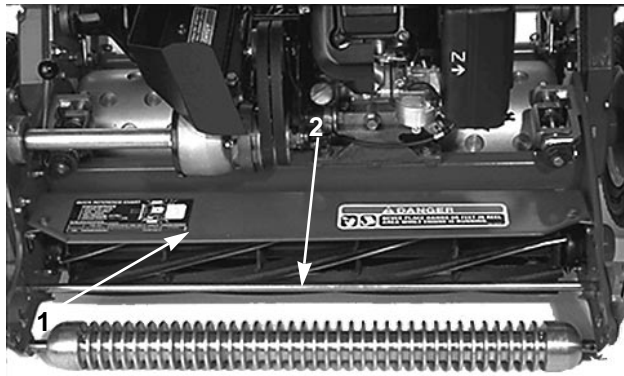

Bild 10
- Den Abstand zwischen der Oberseite der vorderen Stützstange und der vorderen Kante des Ablenkblechtes an beiden Seiten der Mähspindel messen (Bild 10).